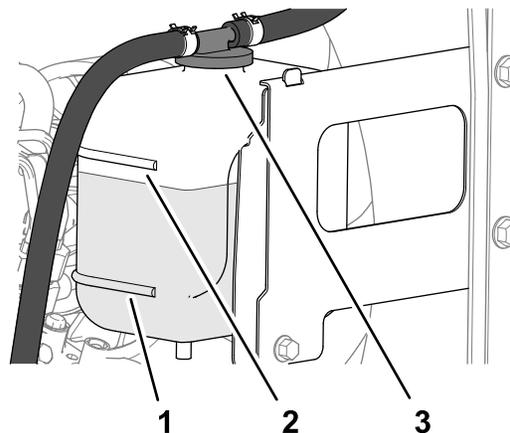

Figura 108
3. Controllate il livello di refrigerante nel serbatoio di espansione (Figura 108).